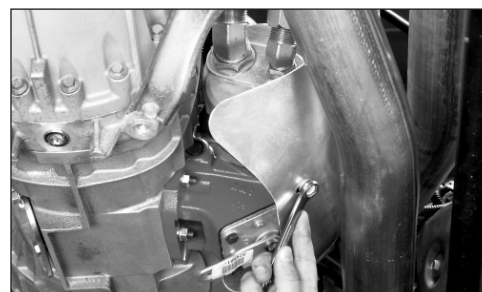

Fig. 23
25. Instale el escudo de calor (379847) de la PTO en la PTO (Fig. 23). El escudo de calor se instala en la tapa de cojinetes cerrada reinstalando el tornillo de casquete (378430-10) en la tapa de cojinetes y el tornillo de casquete de cabeza hexagonal (378430-8) en la abrazadera de soporte del escudo de calor. Apriete el tornillo 378430-10 a 22-27 Nm [16-20 libras-pie].